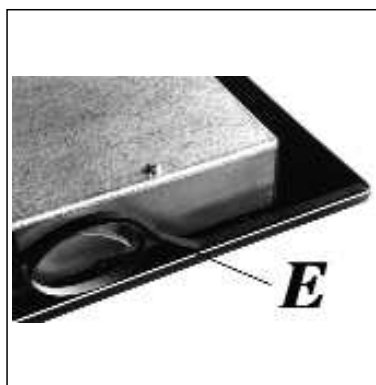

РИС. 9
- Переверните рабочую поверхность. Правильно расположите прокладку "Е" (рис. 9) под краями рабочей поверхности таким образом, чтобы внешняя сторона прокладки точно совпадала с внешним краем рабочей поверхности. Края полосок должны совпадать, не выступая друг над другом.